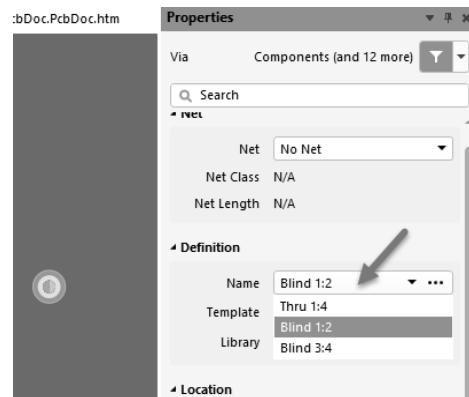

图 16-47 设置过孔属性
(3) 在放置过孔的时候，设置过孔属性，选择钻孔类型即可，如图 16-47 所示。